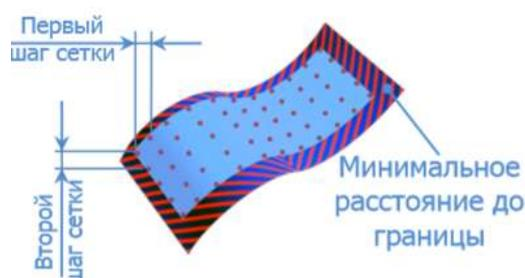

Рисунок 26 – Стратегия для сплайновой поверхности
**Для сплайновой поверхности** предусмотрена стратегия, распределяющая равномерно точки по поверхности (рисунок 26).